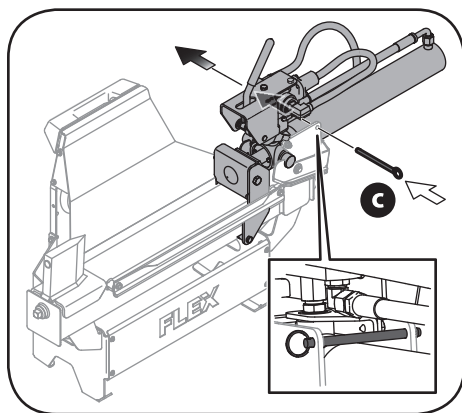

Figura 3-8
11. Reinstale la clavija de fijación (c). Vea la Figura 3-8.